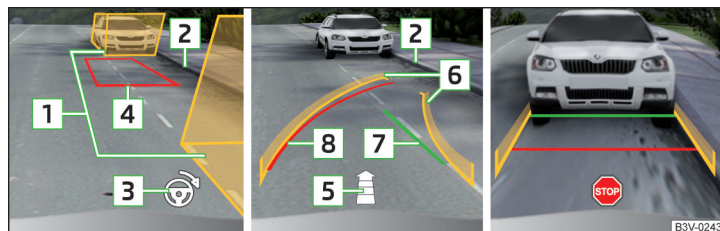

Fig. 281 Visualización de la pantalla
- Detener el vehículo de la manera, que no exista ningún obstáculo en el hueco entre las cajas de ayuda **1** » fig. 281, y la caja de atrás sobre la limitación lateral de la plaza de aparcamiento (p.ej. bordillo) **2**.